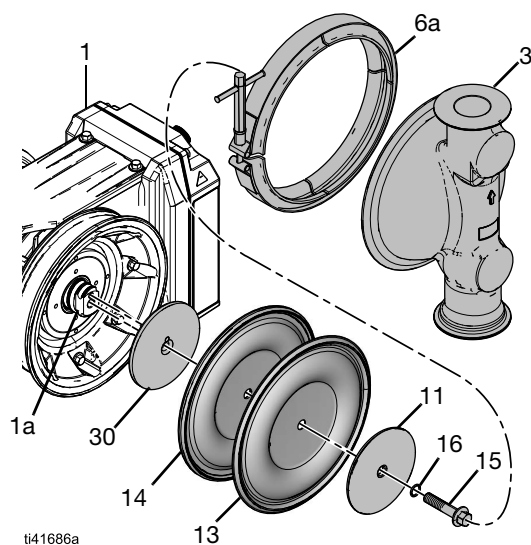
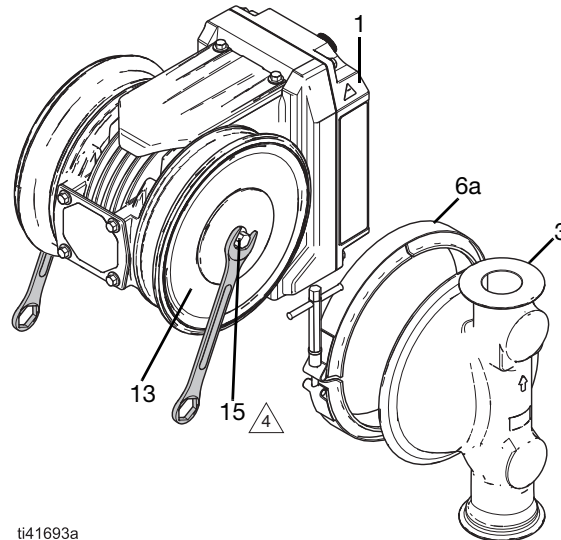

FIG. 19: Membrane standard
FIG. 21: Serrare le membrane standard
Vedere FIG. 19–FIG. 21.
- a. Utilizzare una chiave adatta per tenere saldamente in posizione la parte piatta dell'albero (1a). Allo stesso tempo, utilizzare una chiave per allentare e rimuovere i dispositivi di fissaggio rimanenti della membrana (15). Vedere FIG. 21.
- b. Dopo che la parte piatta dell'albero (1a) è accessibile, utilizzare una chiave adatta per tenere saldamente in posizione la parte piatta dell'albero (1a). Al tempo stesso, utilizzare una chiave applicabile per allentare e rimuovere i tiranti (15). Vedere FIG. 21.
7. Rimuovere dall'albero (1a) il dispositivo di fissaggio rimanente (15), la tenuta (16, se applicabile), la piastra del fluido (11), la membrana (13) e il supporto della membrana (14) e la piastra lato aria (30).
2. Installare i gruppi membrana assemblati nell'albero (1a) e serrare a mano i dispositivi di fissaggio (15).
3. Utilizzare una chiave adatta per tenere saldamente in posizione un elemento di fissaggio (15). Allo stesso tempo, utilizzare una chiave adatta per serrare il dispositivo di fissaggio opposto (15) a 50 ft-lb (68 N•m). Vedere FIG. 21.